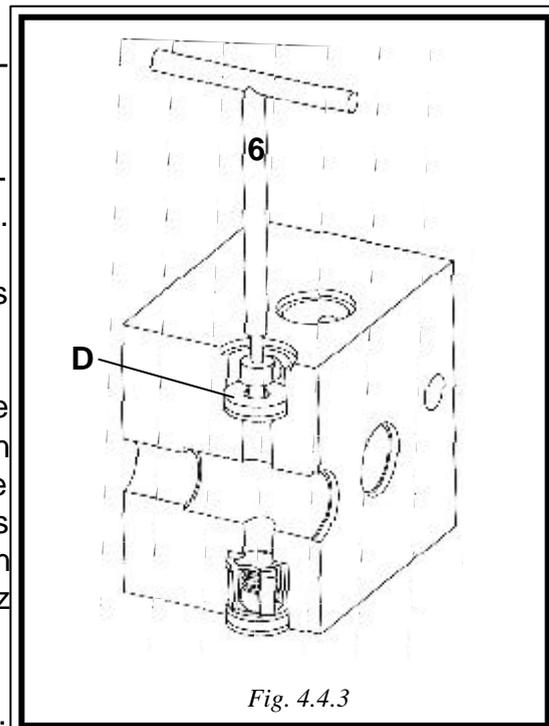

Fig. 4.4.3
Wenn die Dichtung der unteren Ventilgruppe beschädigt ist, tritt Produkt aus dem Kompressionskopf „O“ und dem Anschluß „P“ aus, Rif. Fig.4.4.3.
- Siehe Fig. 4.4.3, den Auszieher einführen in die entsprechende Aufnahme welcher in Dotation ist, leicht unter dem Ventilsitz „D“, die Endpunkte des Ausziehers öffnen (die Punkte des Ausziehers festhalten und den Griff des selben im Uhrzeigersinn drehen) bis er den Ventilsitz greift und ihn herausziehen.